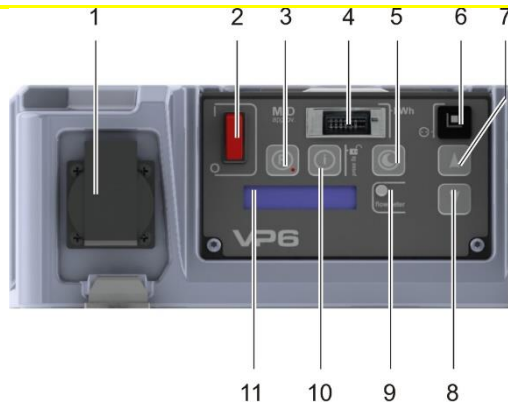

Abb. 5: Bedientableau Schallbox VP6
3. Schalten Sie die Schallbox VP6 am Ein/Aus-Schalter (s. Seite 8, Abb. 5, Pos. 2) ein.